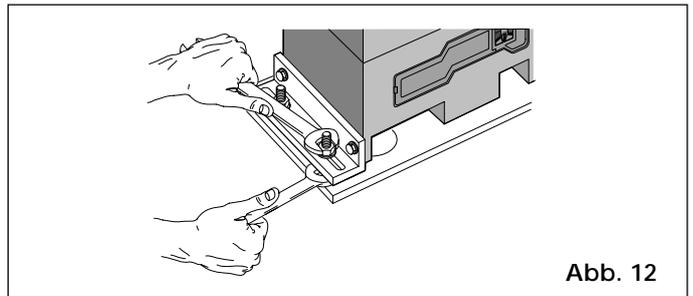

Abb. 12
- 5) Getriebemotor anhand Müttern gem. Abb. 12 auf der Fundamentplatte befestigen.